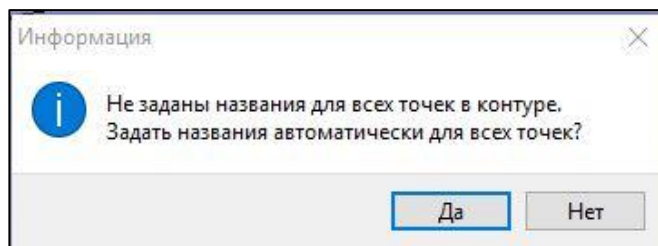

Рис. 6.3
12.1. Система предложит **задать** автоматическое название **точкам контура** (рис. 6.3), выберите **Да**. В этом случае имена будут созданы из имён точек скважин.